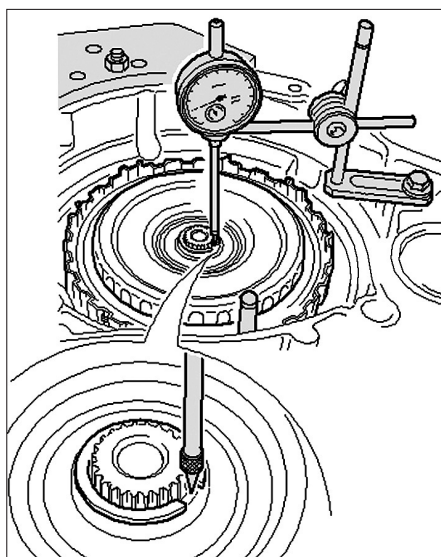

Fig. 14
- positionner le palpeur du comparateur sur le moyeu du grand porte-satellites (Fig.14).